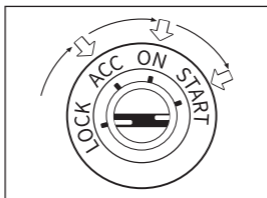

Figura 3.1.1
1. Spegner il motore o portarla in posizione "LOCK" (0). (Vedi Figura 3.1.1)